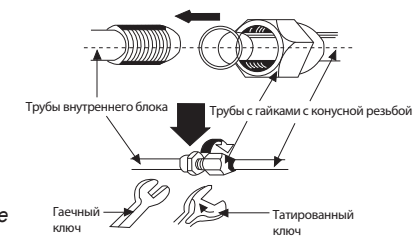

Рис. 9
3. Подвесьте крепежные отверстия внутреннего блока на крюки на задней панели и проверьте их прочность (См. Рис.9)